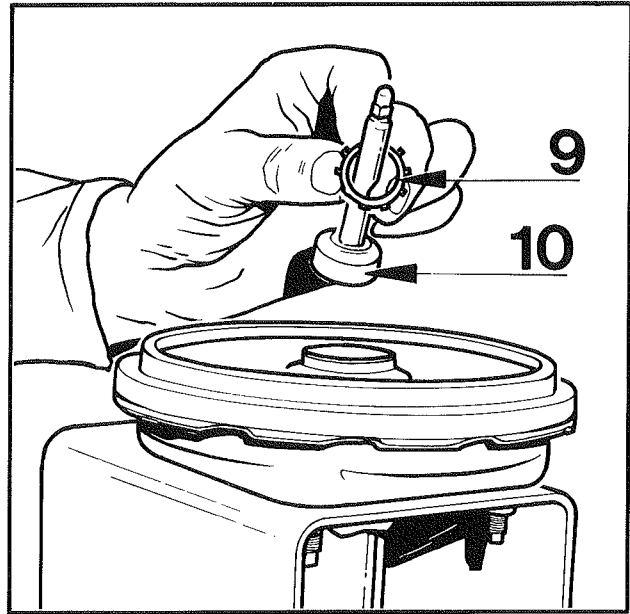

Fig. 6
- Déposer l'anneau d'arrêt (9) et la tige de poussée (10) (Fig. 1) et (Fig. 6).